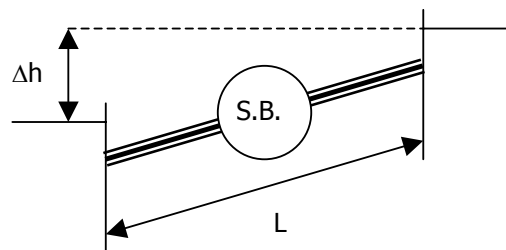

Figura 2: Situación a analizar
- Aplique sus resultados para determinar si el sistema de bombas estudiado es suficiente para impulsar el caudal entre los estanques de la figura 2 en las siguientes situaciones, señalando cuáles son las bombas que funcionan.